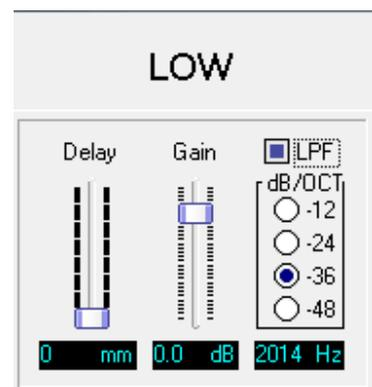
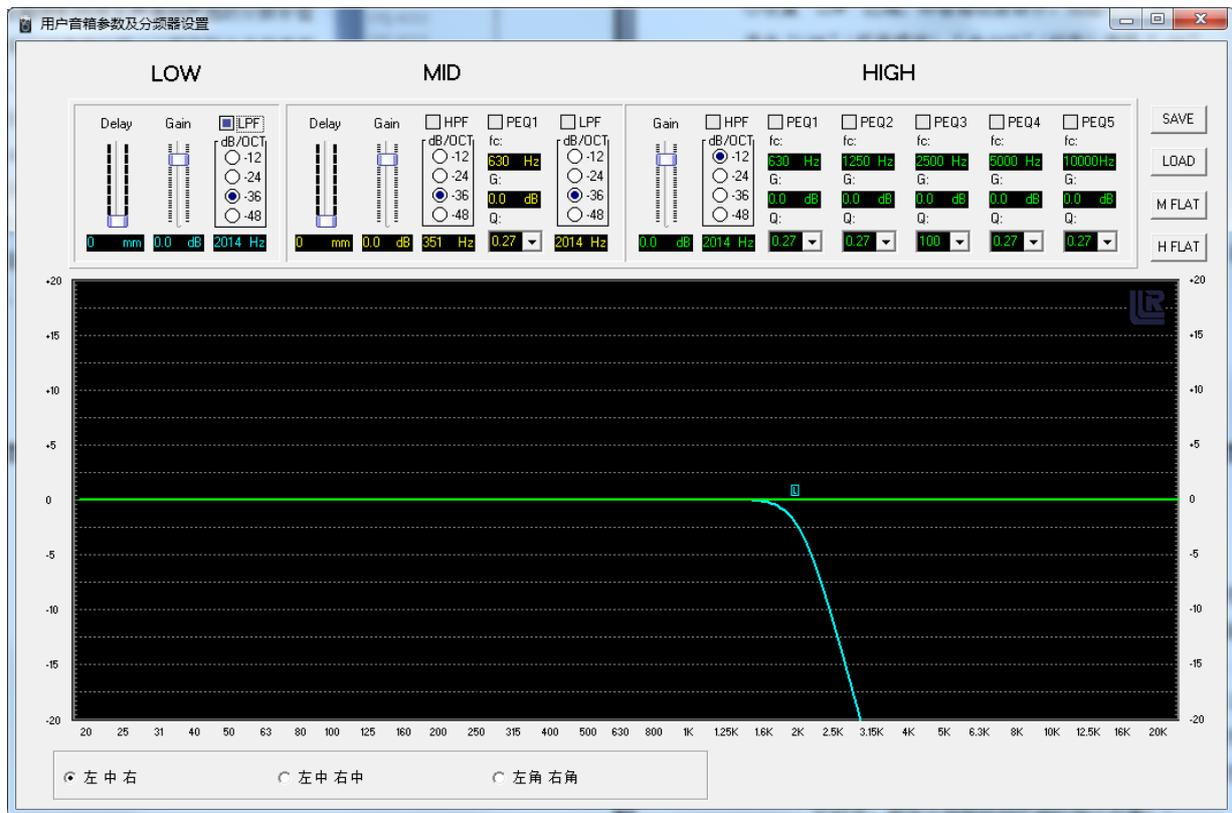

图 5-11 低频部分设置界面
图 5-12 CPS4216C 低音部分分频图
①设置“LOW”区域，即音箱低音部分。如图 5-11 所示。选中“LPF”（低通滤波），“dB/OCT”（斜率）选择“-36”档，拖动蓝色方框中带“L”的小标志，设置好分频点
（CPS4216C 分频点为 2000Hz 左右）。以音箱 CPS4216C 为例，其低音部分与高音部分的分频点为 2000Hz 左右，如图 5-11 右下角所示。CPS4216C 低音部分分频图如图 5-12 所示。